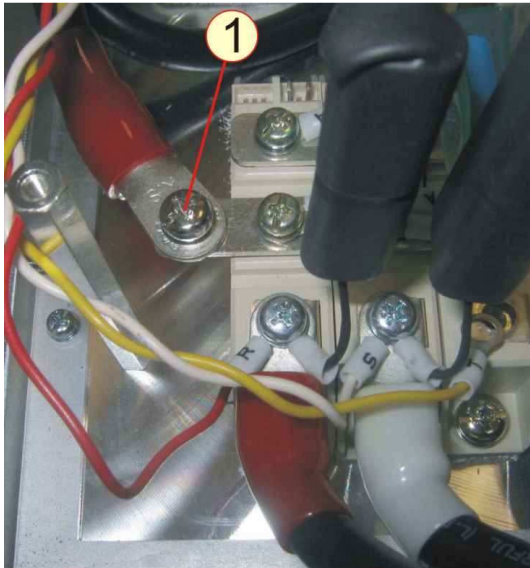

Рисунок 6.31
6.11.5 Выкрутить винт 1 на шине «+» (рисунок 6.31). Положить винт в тару.